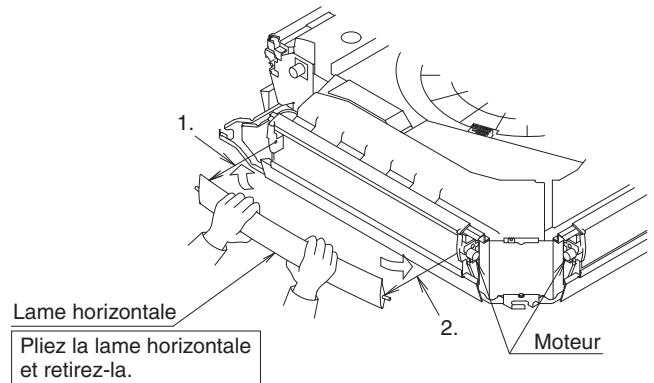

Fig. 10
### (1) Retirez la lame horizontale de la sortie d'air bloquée. (Reportez-vous à la Fig. 10 et Fig. 11)